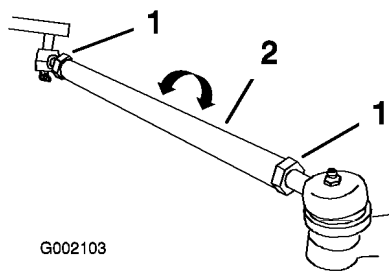

Bild 12
2. Lockern Sie die Klemmmuttern an beiden Seiten der Zugstangen (Bild 12), wenn das Maß nicht im angegebenen Bereich liegt (siehe die Abmessungen und Parameter am Anfang dieses Vorgangs).